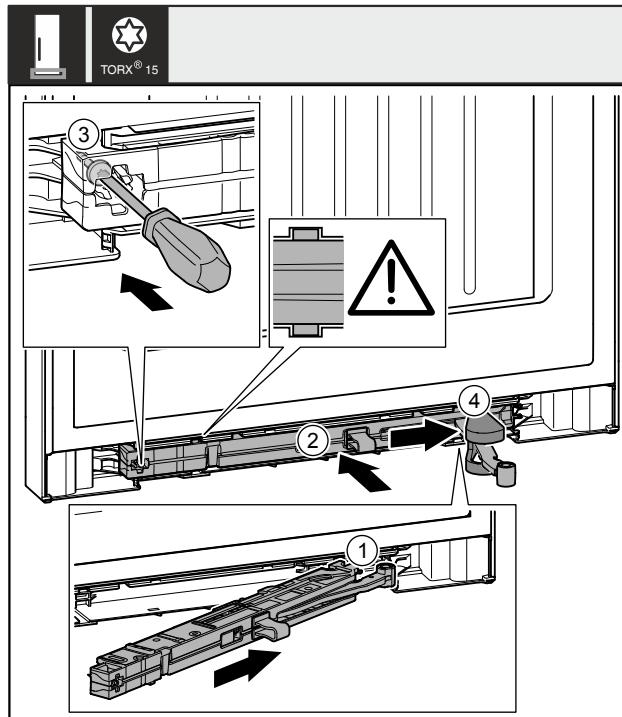

Fig. 52
- Під нахилом просуньте демпферний вузол Fig. 52 (1) з боку опорного кронштейна в отвір до упору.
- Повністю вставте демпферний вузол Fig. 52 (2) в отвір.
- Закрутіть гвинт Fig. 52 (3) за допомогою викрутки.
- Встановіть кришку Fig. 52 (4) на місце з'єднання.